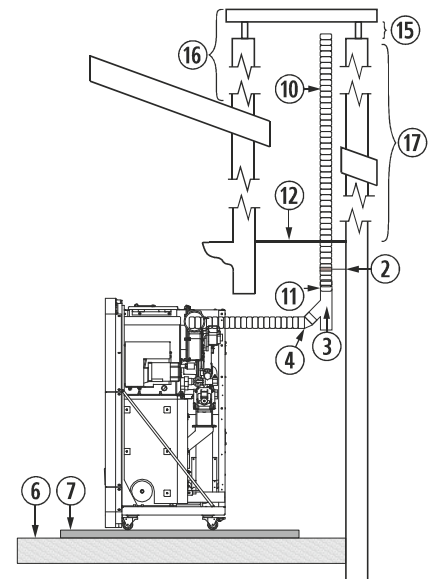

Figura 8
4.26. La instalación de un encastre en una chimenea de obra se puede realizar en toda su totalidad en tubo flexible, tal y como indica la *figura 8*. Debemos tener especial cuidado a la hora de realizar el aislamiento entre la chimenea y el tubo de la salida de gases, para evitar posibles retrocesos de gases en caso de tormenta.
②	Abrazadera de sujeción de acero inoxidable.
③	Te de 135° con registro.
④	Codo de 45°.
⑥	Suelo de madera.
⑦	Protector del suelo no combustible.
⑩	Tubo flexible de acero inoxidable.
⑪	Manguito unión rígido a flexible.
⑫	Aislante anti retroceso.
⑮	Mínimo 200mm.
⑯	Debe sobrepasar 1 metro el tejado.